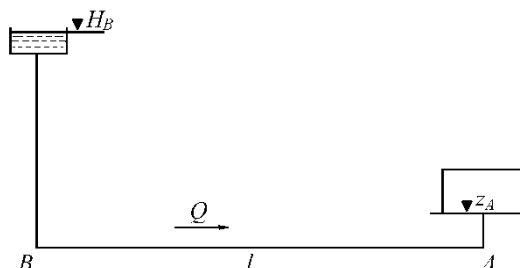

Рис. 2
3. Определить диаметр трубопровода для подачи 15 л/с воды от водонапорной башни В до предприятия А (рис. 2) при длине трубопровода $l = 1000$ м, отметке уровня воды в башне $H_B = 32$ м, геодезической отметке в конце трубопровода $z_A = 2$ м и свободном напоре $H_{св} \geq 12$ м, если трубы:
Перепад уровней в пьезометрах до сужения ($D_1 = 0,1 \text{ м}$) и в узкой горловине ($D_2 = 0,05 \text{ м}$) в трубе круглого сечения, в которой установлен водомер Вентури, составляет $0,4 \text{ м}$. Ускорение свободного падения принять равным 10 м/с^2 , $\pi = 3,14$. При входе в узкую горловину водомера, приведенного на рис. 2,
Перепад уровней в пьезометрах до сужения ($D_1 = 0,1$ м) и в узкой горловине ($D_2 = 0,05$ м) в трубе круглого сечения, в которой установлен водомер Вентури, составляет $0,4$ м. Ускорение свободного падения принять равным 10 м/с², $\pi = 3,14$. На рис. 2 постепенное расширение называется...